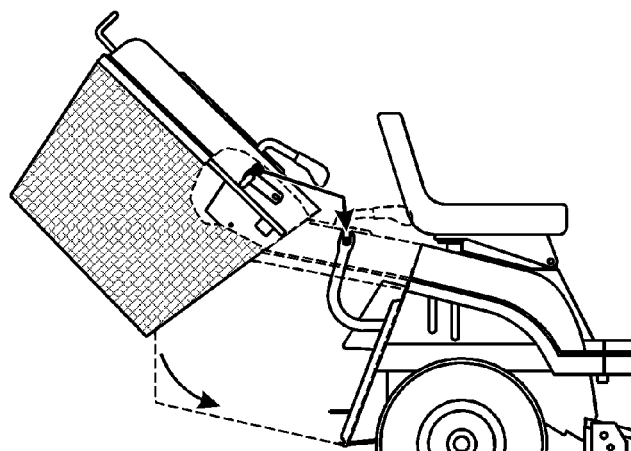

Figure 41
- Tenir le collecteur d'herbe à deux mains et le basculer vers l'avant (Fig. 41).
- Incliner le collecteur d'herbe d'environ 40° vers l'avant et le glisser sur les deux supports prévus à l'arrière de la tondeuse (Fig. 41). Veiller à aligner la flèche du dessus du bac sur celle de la tondeuse.